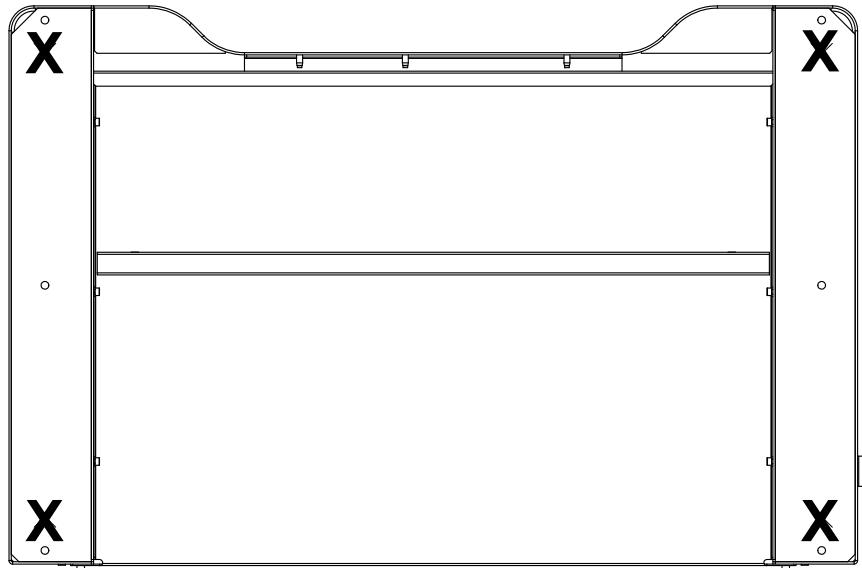

Abbildung 25. Auf der Unterseite des Rahmens ist die Position der Rahmenfüße zu sehen
7. Nehmen Sie die Fuße des Rahmens zur Hand, die entfernt wurden, um den Rahmen am Versandgestell zu befestigen. Nehmen Sie die rohrförmigen Halterungen an der Rückseite des Rahmensockels ab und bringen Sie die Rahmenfüße an den in angegebenen Stellen an (Abbildung 25 auf Seite 83).